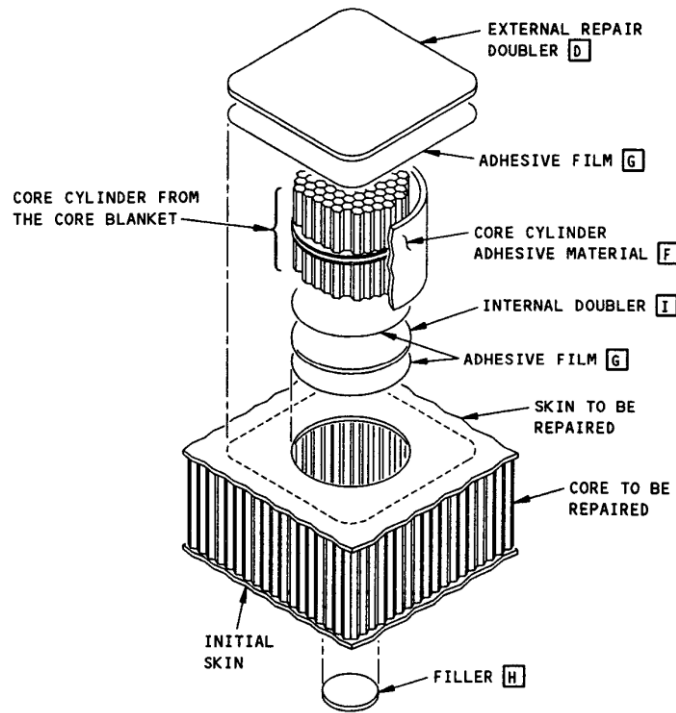

Figura 2.23. Diagrama de las partes de reparación para un daño en todo el espesor del honeycomb y las dos pieles.
- 12) Cortar el *honeycomb* de reparación del *core blanket*. Ver Figura 2.23 y 2.24 según como sea aplicable.
- 13) Hacer el *doubler* de reparación. Ver Figura 2.23 y 2.24. Refiérase al Anexo “C” (SRM 51-40-20 Figuras 4 y 5), como sea aplicable, para encontrar el correcto número de *doublers*, las dimensiones necesarias, y el espesor de los *external doublers*.